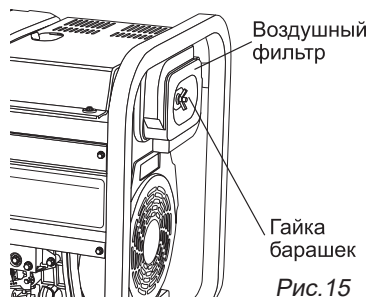

Рис. 15
1. Открутить болт и снять крышку воздушного фильтра (рис. 15).